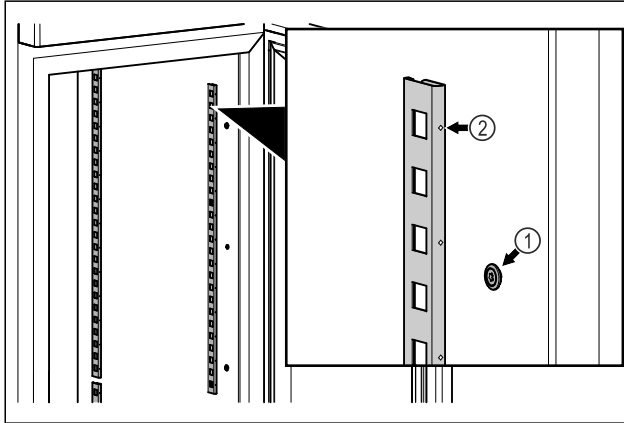

Fig. 48 Näitlik kujutis
- ▶ Haakige fikseerimisliistud rippkinnitusse Fig. 48 (1). Märgistus Fig. 48 (2) peab olema ettepoole suunatud.